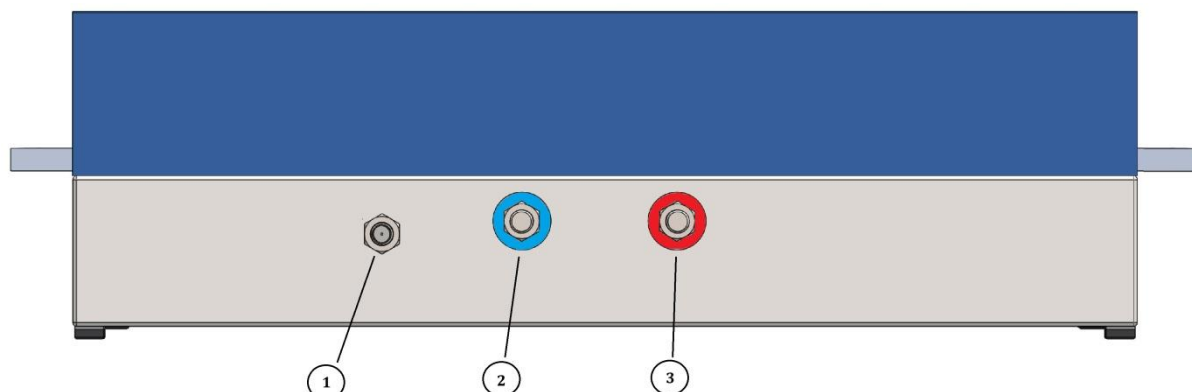

Рис. 2: передняя панель устройства
4. Для измерения выходных пульсаций необходимо подключить осциллографический шнур к BNC разъему (1 - задняя пан. на рис. 2) поставляемый в комплекте.